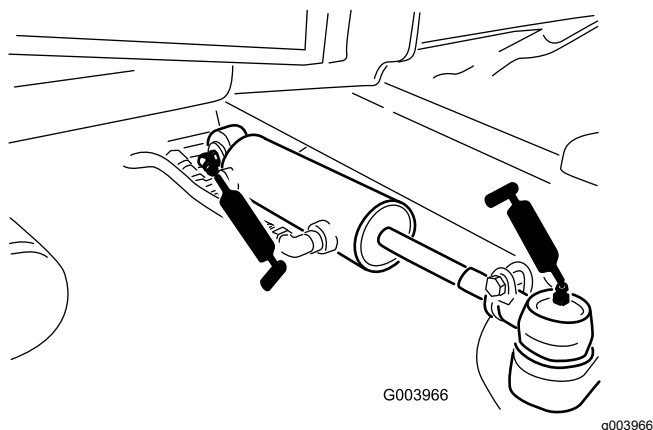

Рисунок 73
- Шаровые опоры гидроцилиндра рулевого управления (2 шт.) (Рисунок 73)